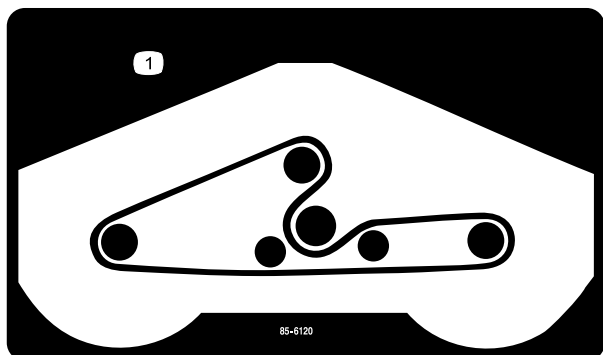

Figura 24
5. Coloque a nova correia nas polias da barra superior e na estrutura da polia intermédia, como se mostra em Figura 24.